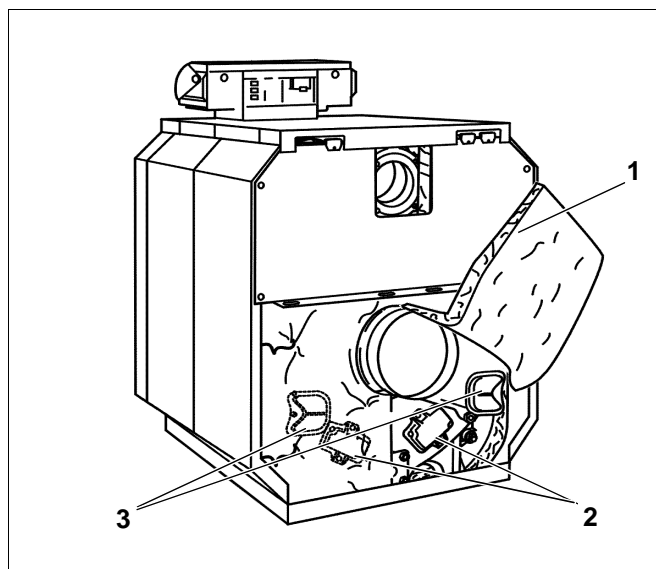

Fig. 67 Smontaggio delle ispezioni di pulizia
- Allentare le molle di tensione al disotto del collettore dei gas di scarico, Rivoltare verso sopra entrambi i terminali dell'isolazione termica e fissarli in questa posizione con le molle (fig. 67, **pos. 1**).
- Togliere le ispezioni per la pulizia dell'elemento posteriore (fig. 67, **pos. 2**) e del collettore dei gas di scarico (fig. 67, **pos. 3**).